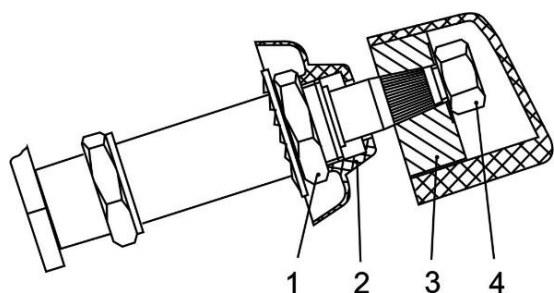

**Рис. 7.8 Крепление рычага стеклоочистителя**
**Внимание!** В целях предупреждения разрушения проушины рычага стеклоочистителя запрещается крепить гайку рычага 4 (рис. 7.8) моментом затяжки превышающим  $45 \pm 2$  Н·м ( $4,5 \pm 0,2$  кгс).